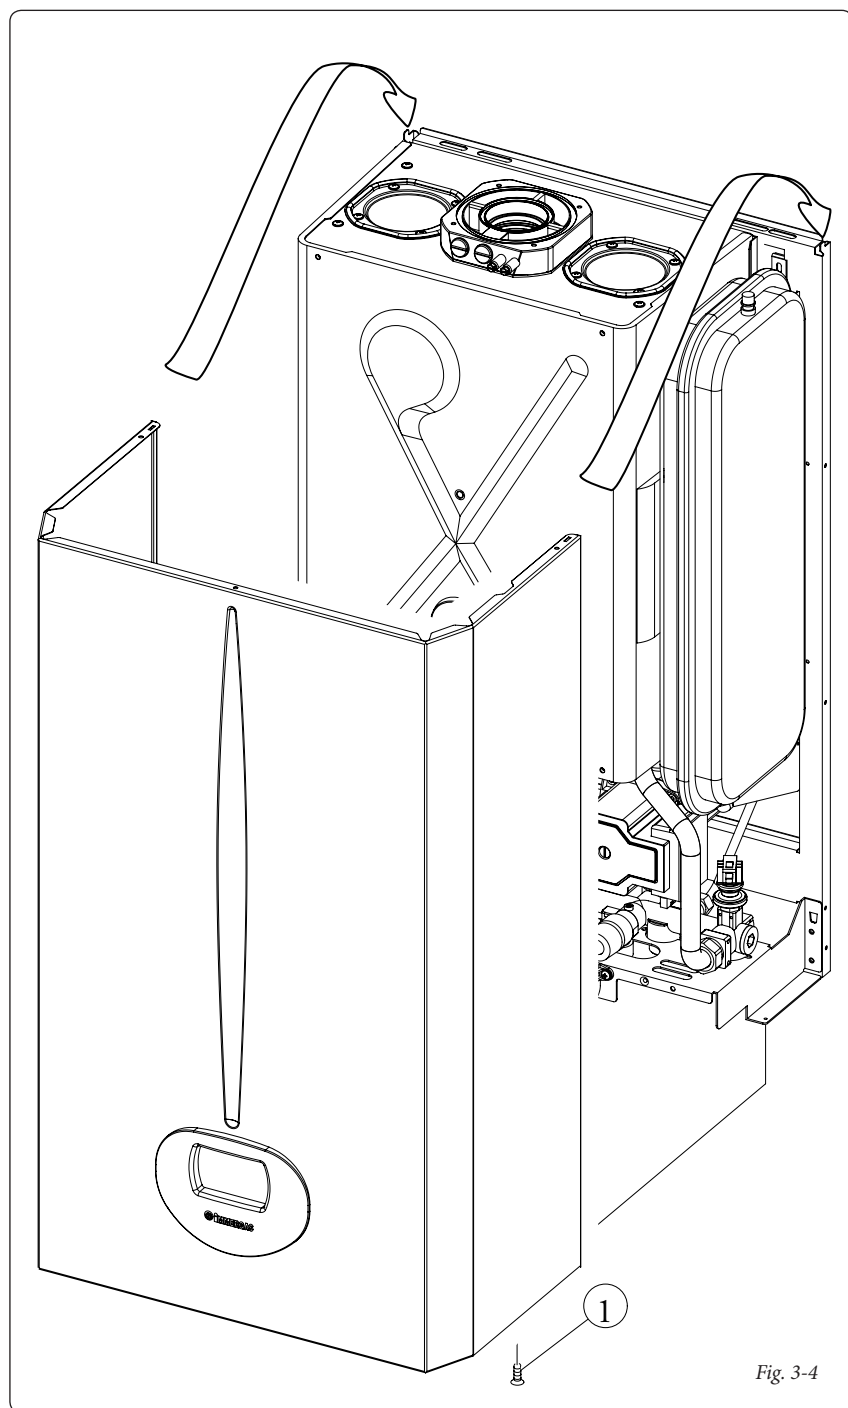

Fig. 3-4
- Svitare le 2 viti di fissaggio del mantello (1).
- Tirare verso se stessi il mantello e nel contempo spingerlo verso l'alto (Fig. 3-4) in modo da poterlo estrarre dai ganci superiori.